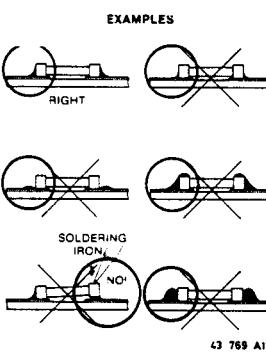

Bild 5
- Die Lötzinnmenge muss der Größe der Lötfläche entsprechen. Bei einer zu grossen Menge kann das SMD reißen, oder die Lötflächen können von der Printplatte losgezogen werden (siehe Bild 5).